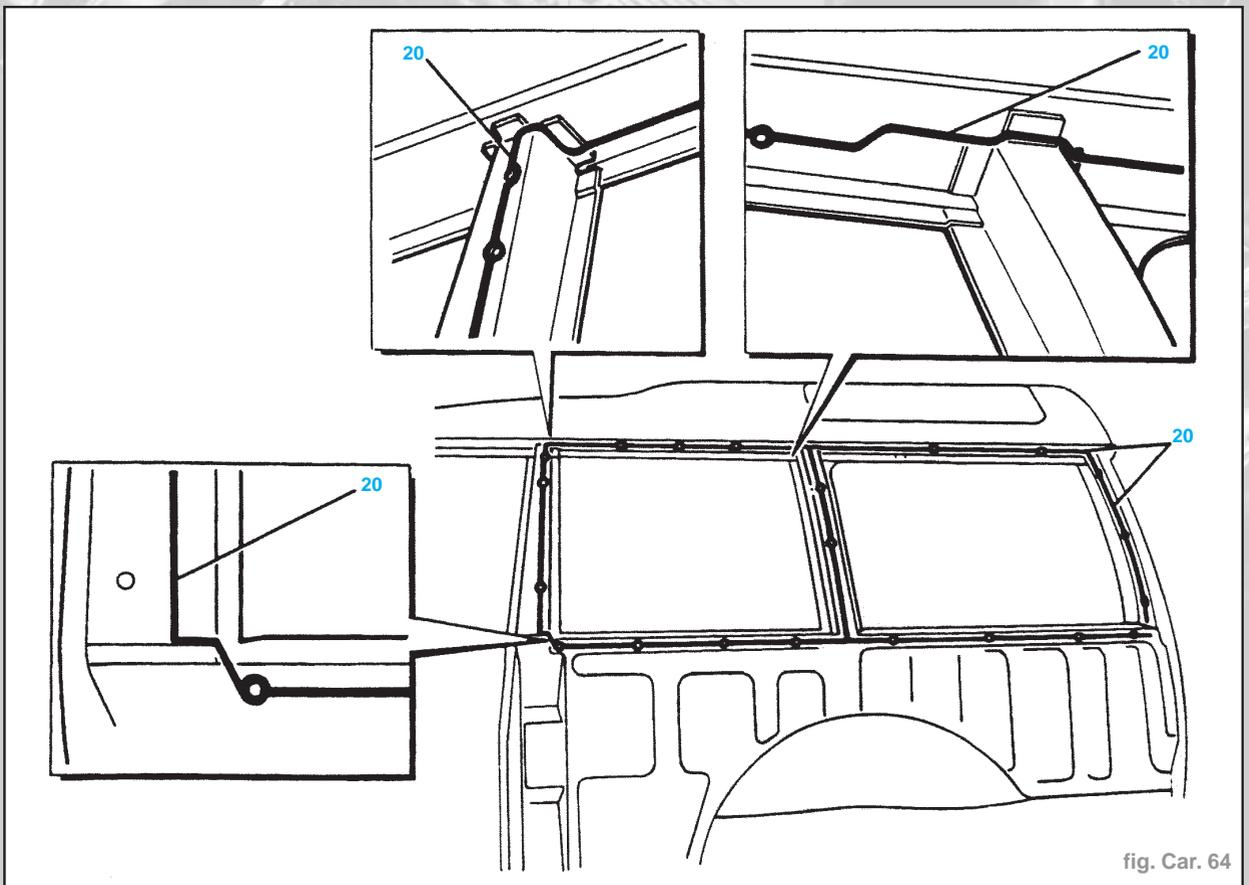

fig. Car. 64
- Placer un cordon de mastic d'étanchéité **3M 8537 (20)** Super Sealer de **6 mm** sur la monocoque, comme illustré (Fig. Car. 64).